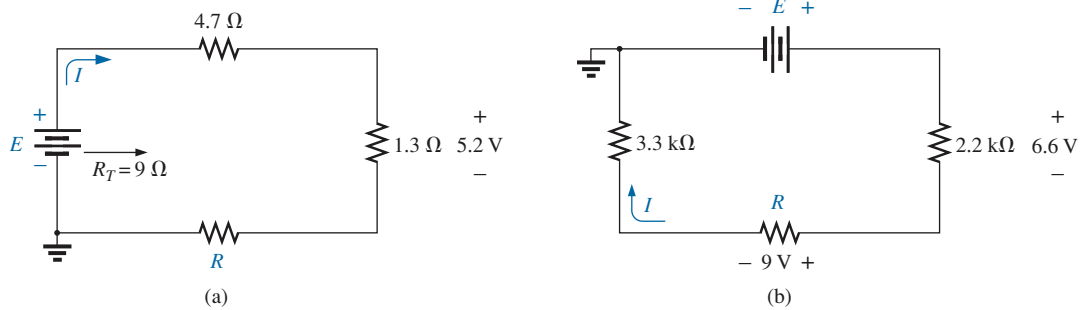

FIG. A4.95
- Para cada red de la figura A4.95, compuesta de valores estándar, determine: